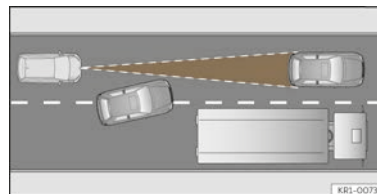

Abb. 138 Fahrspurwechsel eines anderen Fahrzeugs.
- Fahrzeuge, die in geringem Abstand auf die eigene Fahrspur wechseln >>> **(Abb. 138).**